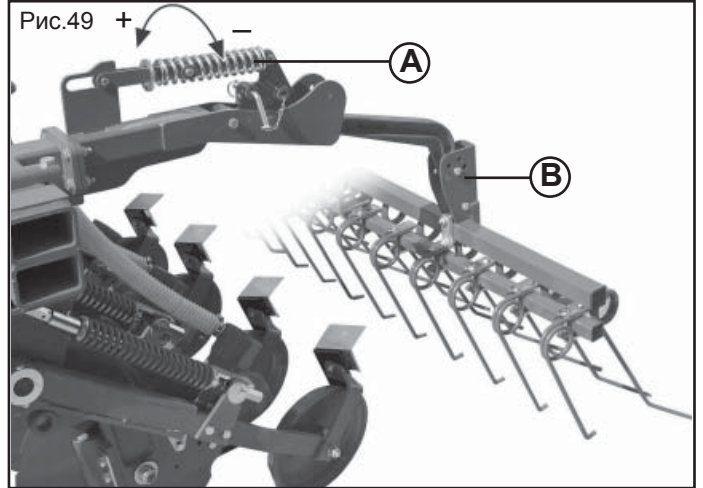

Рис.49
Рабочее давление зубьев пружинной бороны с покрытием семян может быть изменено при помощи поворота пружины (A), расположенной на параллельном верхнем плече (Рис. 49).
При изменении положения штифтов (B), установленных на кронштейнах, на для отверстия. (Рис.49), изменяется угол наклона пружинных зубьев.